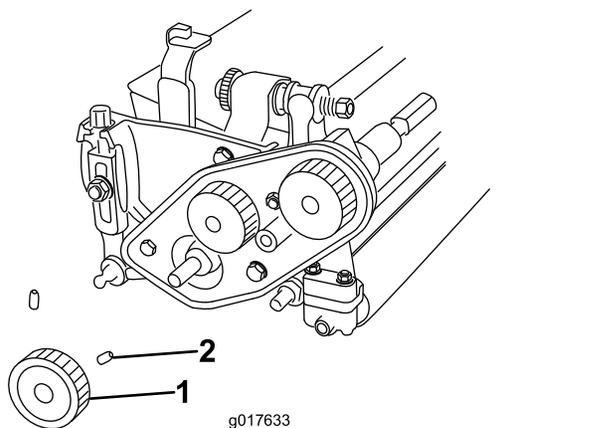

Figura 5
3. Desaperte os dois parafusos de afinação que prendem a polia inferior e retire a polia do eixo do cilindro (Figura 5).
- B. Instale a polia inferior no eixo de transmissão do cilindro, prendendo-a com os dois parafusos de afinação na chave do eixo (Figura 5).